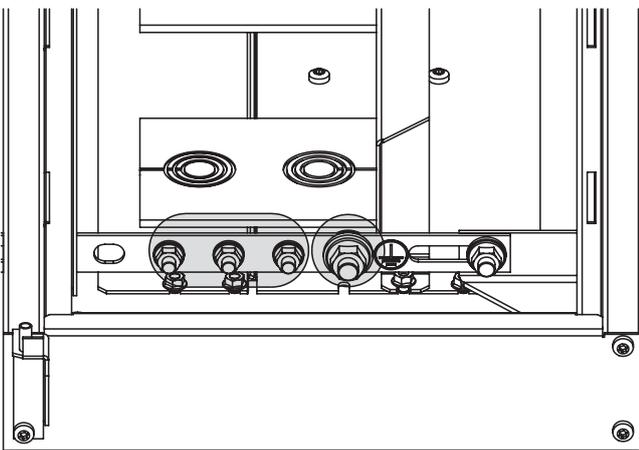

Abbildung 118. Positionen der Erdungskabel
Jedes Schaltfeld ist mit Erdungsschienen ausgestattet, die in der Längsrichtung im vorderen Teil unten der Schaltfelds verlaufen. Diese Erdungsschienen müssen angeschlossen werden, wie im Kapitel 5.3.1 beschrieben ist. Das Erdungssystem der Station muss an das Endschaltfeld der Schaltanlage angeschlossen werden. Wenn die Schaltanlage aus mehr als 8 Feldern besteht, empfiehlt es sich, das Erdungssystem der Station an beiden Endschaltfeldern anzuschließen. Die Abbildung 118 zeigt die Stelle des externen Erdungsanschlusses der Station innerhalb des Schaltfelds. Alle Geräte sind über das Gehäuse der Schaltanlage an die Erdungsschiene angeschlossen. Die Verbindung zwischen den Schaltfeldern ist in der Lage, den Bemessungs-Kurzzeitstrom und den Scheitelstrom für den Erdungskreislauf zu ertragen.
d) Die Erdungskabel können mit Schraubbolzen montiert werden, wie in der Abbildung 118 gezeigt ist. Der Schraubbolzen M12, der mit dem Erdungssymbol gekennzeichnet ist, ist für das externe Erdungssystem der Station bestimmt, die anderen Schraubbolzen M10 (3 Stk.) sind für die Kabelhüllen oder andere Erdungssysteme bestimmt.